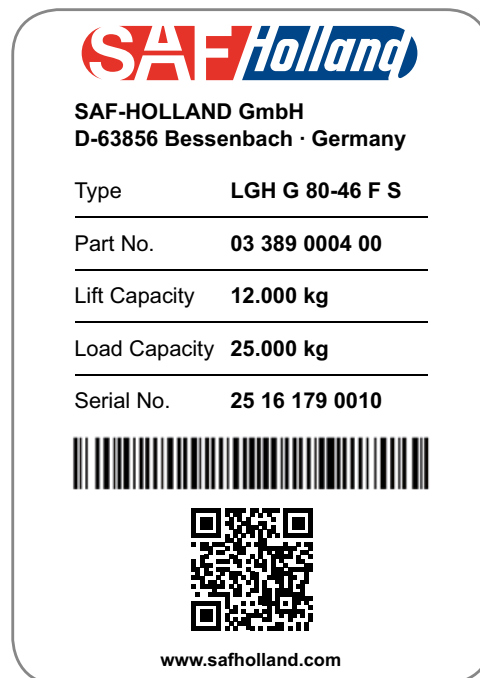
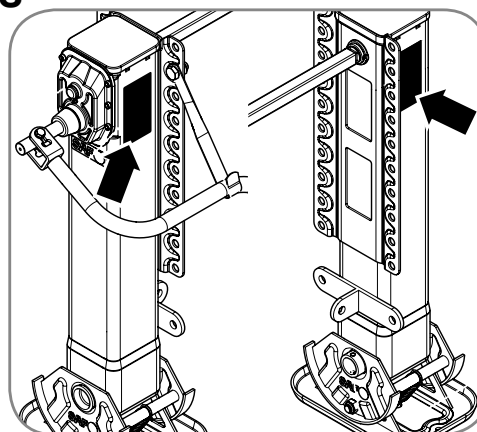

Abb. 1 - Typenschild
Abb. 2 - Position Typenschild
Das Typenschild ► *Abb. 1* befindet sich an den gekennzeichneten Stellen ► *Abb. 2*, –Pfeil–.
- das Einhalten der Leistungsgrenzen ► *Abb. 1* des Produktes,